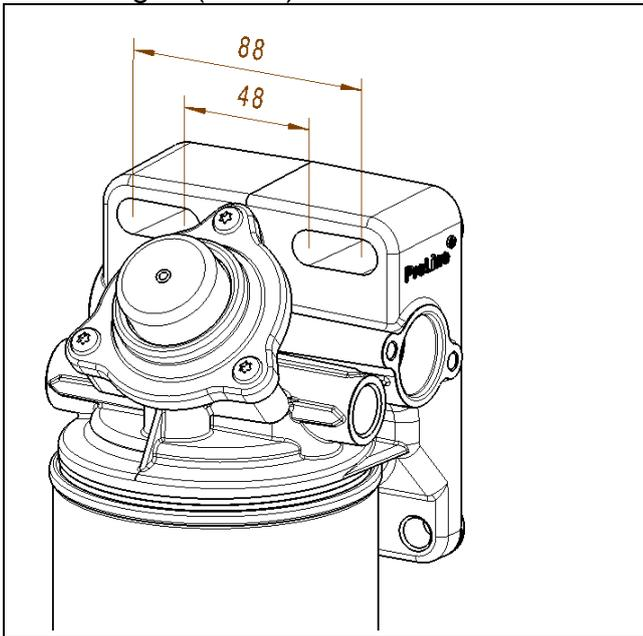

Bild 2 Langlochabstand 50 – 87 mm
- Lochabstände suchen (wenn Bohrungen bereits vorhanden) bzw. Bohrungen anbringen (Bild 2).